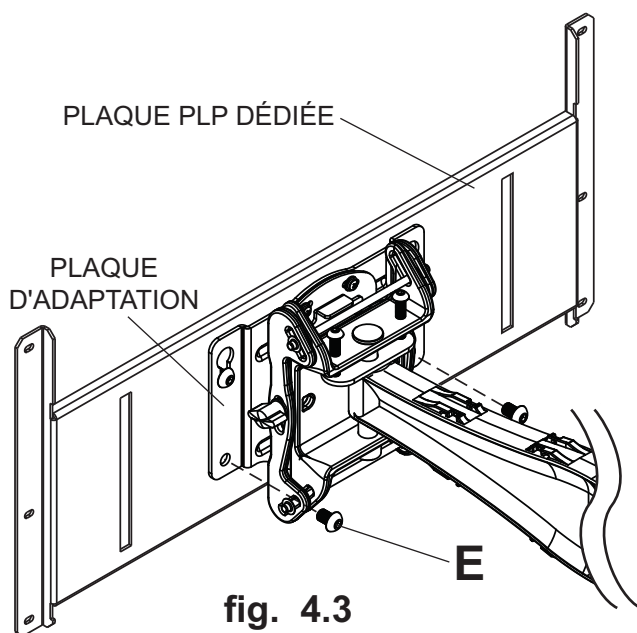

fig. 4.3
- 4-1** Insérez deux vis M10 x 15 mm (E) dans les trous inférieurs de la plaque d'adaptation. Serrez toutes les fixations à l'aide d'une clé hexagonale de 6 mm (H), comme illustré à la figure 4.3 et 4.4.